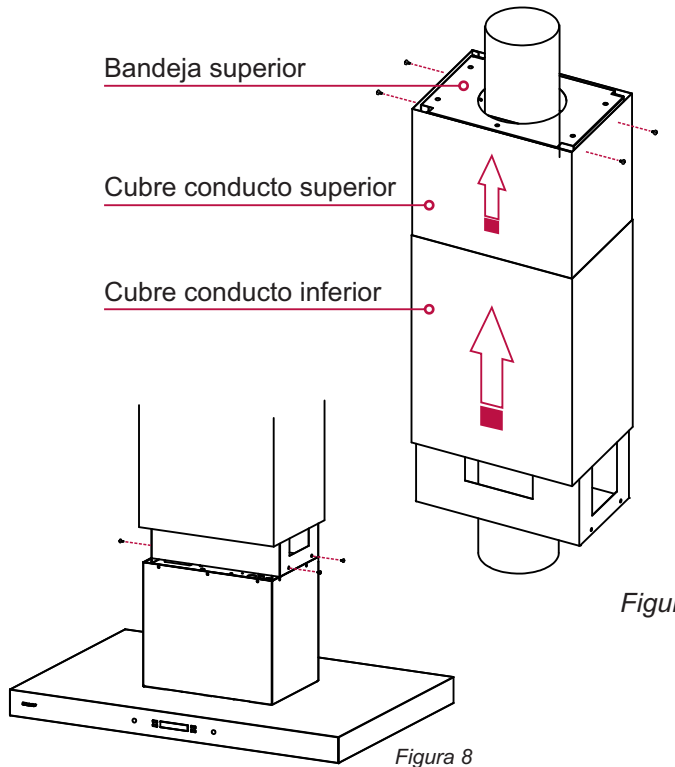

Figura 7
Paso 6: Fijar el cubre conducto superior de acero inoxidable (el más chico de los cubre conductos) a la bandeja superior, haciendo tope con la losa, mediante los 4 tornillos suministrados. Luego subir el cubre conducto inferior (el más grande los cubre conductos) y mantenerlo por encima del borde inferior de la estructura hasta terminar con la instalación de la Campana. Retirar el vinilo de los mismos una vez finalizada por completa la instalación de la Campana. (ver figura 7)